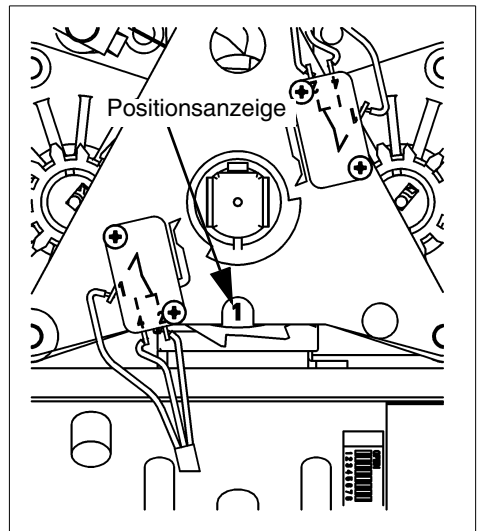

Abb. 11: Positionsanzeige
- Der Antriebskolben verdreht das Treibrad (23), das wiederum das kleine Zahnrad steuert. Jeder Hub des Antriebskolbens ist mit einem Aufleuchten der Leuchtdiode „**Wasserdurchfluss**“ verbunden. Die Position des Treibrades kann an der Positionsanzeige abgelesen werden (siehe Abb. 11). Nach zwei Hüben ist die Besatzungsstellung (Pos. 2) erreicht. Nach ca. 3 Minuten führt der Antrieb wieder einen Hub aus (Abwassermenge bis dahin ca. 3,5 Liter).